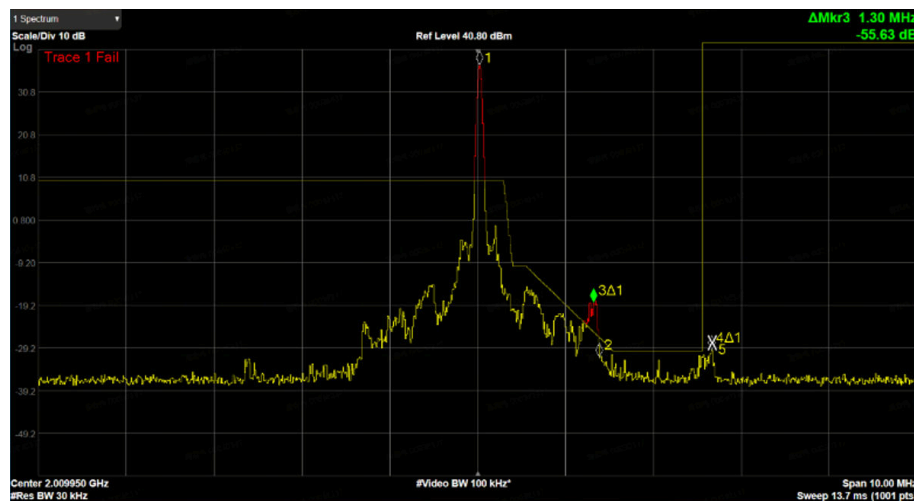
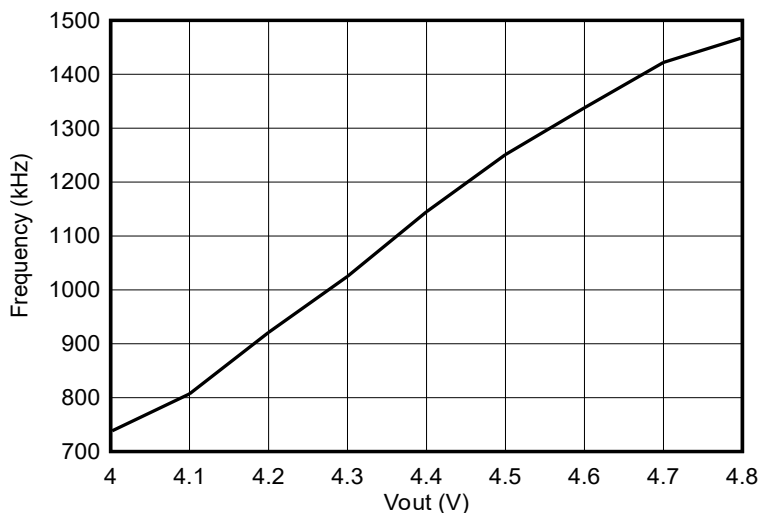

图 3-1. 射频测试结果 ( TLV61290 作为射频器件的电源 )
图 3-2. 开关频率与输出电压关系曲线
图 3-1 展示了一个示例。客户的应用需要 4.5V 输出和 2A 的最大负载能力。如下面的测试波形所示, 当输入电压为 3.7V 时, 在约 1.3MHz 处会出现超过射频规格的伪波信号。从源自实际测试的图 3-2 可以看出, 在这种情况下, 器件的开关频率与寄生信号的频率相匹配。这会导致开关频率产生影响射频性能的噪声, 即使在启用展频功能时也是如此。
如 图 3-2 所示，TLV61290 的开关频率会随输出电压的变化而变化。例如，当开关频率为 1.1MHz 时，射频 (RF) 规格具有较大裕度。因此，可以将 Vout 调整为较低的值（例如 4.4V），以优化射频性能。